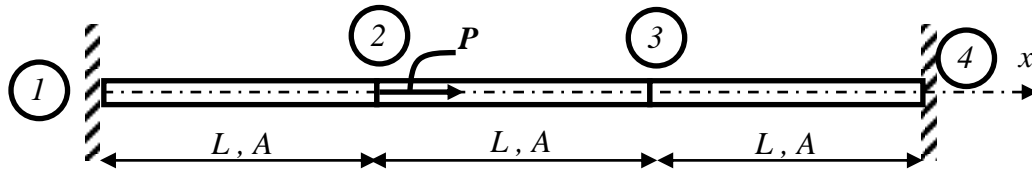

Figure 1
Considérons l'assemblage de trois (03) barres de la *figure 1*.